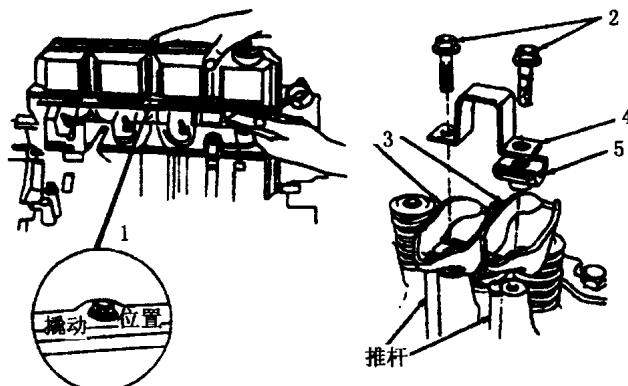

图 2-8 气门室罩的拆卸
①从气门室罩上拆下控制燃烧系统（CCV）新鲜空气输入软管或曲轴箱强制通风（PCV）新鲜空气输入软管。
②如图 2-8 所示，旋下气门室罩安装螺栓，取下气门室罩。在没有完全破坏密封胶前不要向上撬气门室罩，否则会破坏气门室罩。在螺孔旁边的气门室罩上，有规定的撬动位置 1。